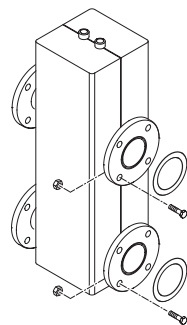

Рис. 8
**1.12 ГИДРАВЛИЧЕСКИЙ КОМПЕНСАТОР КОД 8101552 ДЛЯ "MURELLE EQUIPE 220-330 ErP" (заказывается отдельно) (рис. 8)**